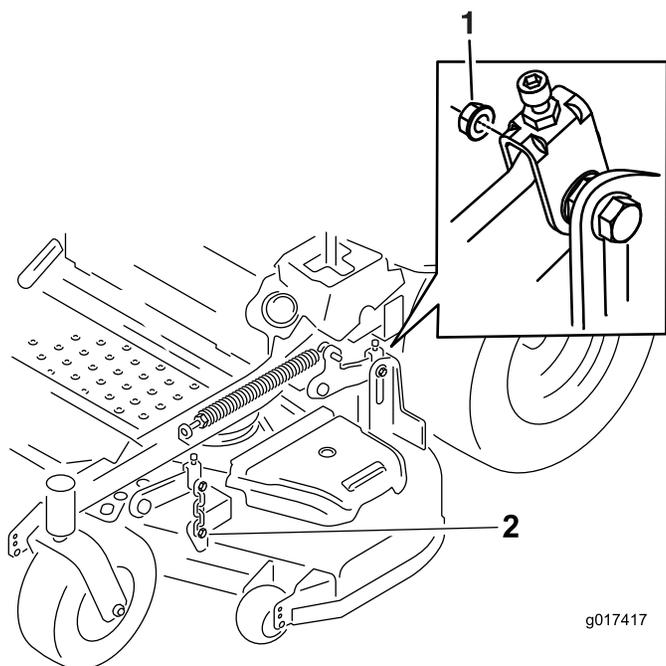

Figure 83
7. Enlevez et mettez de côté les fixations des deux côtés du tablier (Figure 83).